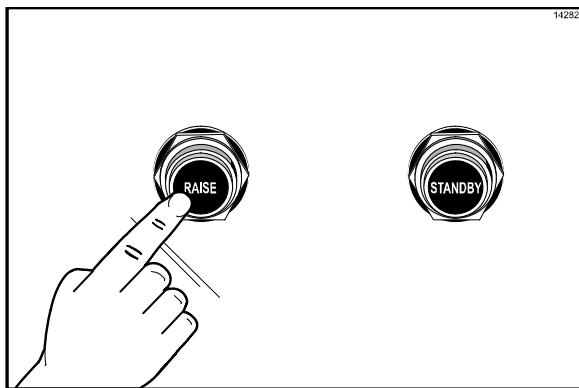

Abbildung 79
1. Durch Drücken des Knopfes RAISE die obere Grillplatte öffnen. (Siehe Abbildung 79.)